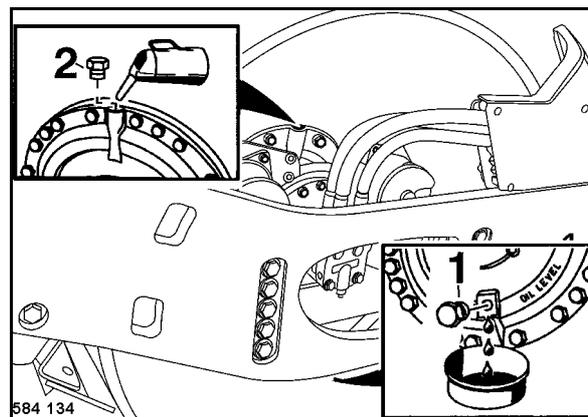

fig. 139
- Dévisser le bouchon de vérification du niveau 1 en bas du bandage (fig. 139) et remplir l'huile par l'orifice (2) jusqu'à ce qu'elle s'écoule de l'orifice de vérification du niveau.
- Revisser et resserrer les bouchons de remplissage (2) et de vérification du niveau (1).